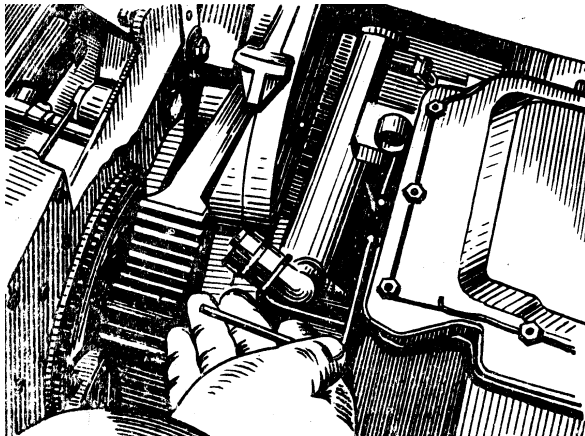

Рис. 24. Зняття контактора пірокасети за допомогою пристосування 2А42.10.070
- знімає контактор пірокасети; якщо зняття контактора ускладнюється, то встановлює пристосування 2А42.10.070 для його зняття, яке розташовано у зовнішній кишені сумки для комплекту ЗП гармати 2А42 (рис. 24);
Після розвантаження стрічок з патронами до гармати 2А42 і кулемета ПКТ вони можуть складатися в ящики спорядженими. При укладанні стрічок до гармати спорядженими вони повинні роз'єднуватися за допомогою роз'єднувача 2А423.10.020 (рис. 24).